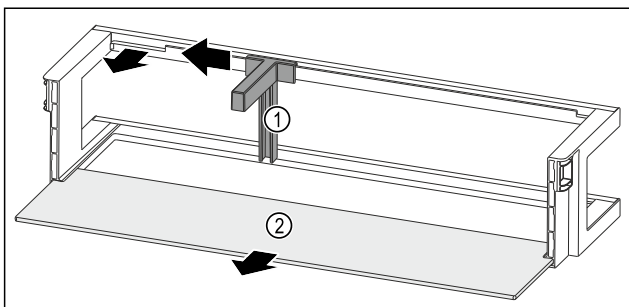

Fig. 97 Türabsteller mit Flaschenhalter und Abstellfläche
- ▶ Flaschenhalter Fig. 97 (1) bis zur Aussparung zur Seite schieben.
- ▶ Flaschenhalter Fig. 97 (1) entnehmen.
- ▶ Abstellfläche Fig. 97 (2) entnehmen.